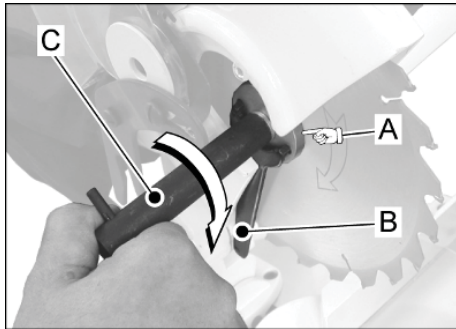

Рис. 11
- Заблокуйте фланець пилки за допомогою спеціального ключа (B, Рис. 11) та послабте кріпильний гвинт пиляльного диска (A) за допомогою ключа у комплекті (C).